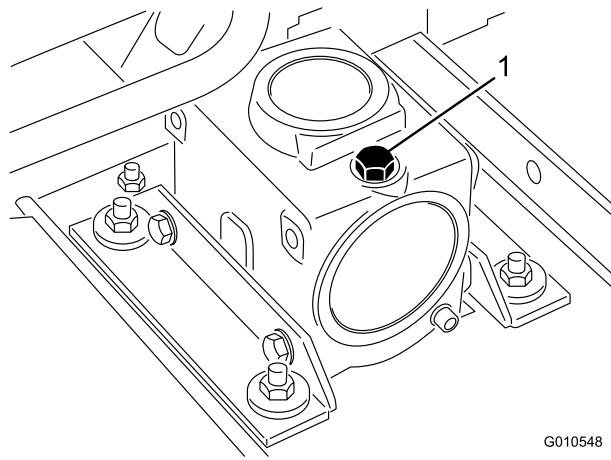

Bild 18
- 3. Nehmen Sie den Ölpeilstab bzw. die Ablassschraube oben am Getriebe ab (Bild 18) und stellen Sie sicher, dass der Schmiermittelstand zwischen den Marken am Peilstab liegt.